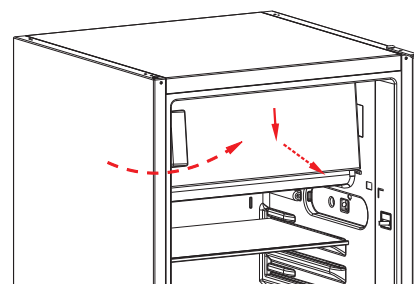

Fig. 9
- ▶ Vuelva a colocar la puerta del congelador en el congelador desplazando la puerta ligeramente inclinada desde abajo hacia arriba (fig. 9). Al hacerlo, procure que la espiga de la parte superior de la puerta quede fijada en la escotadura del aparato y que la junta cierre correctamente el borde del congelador.